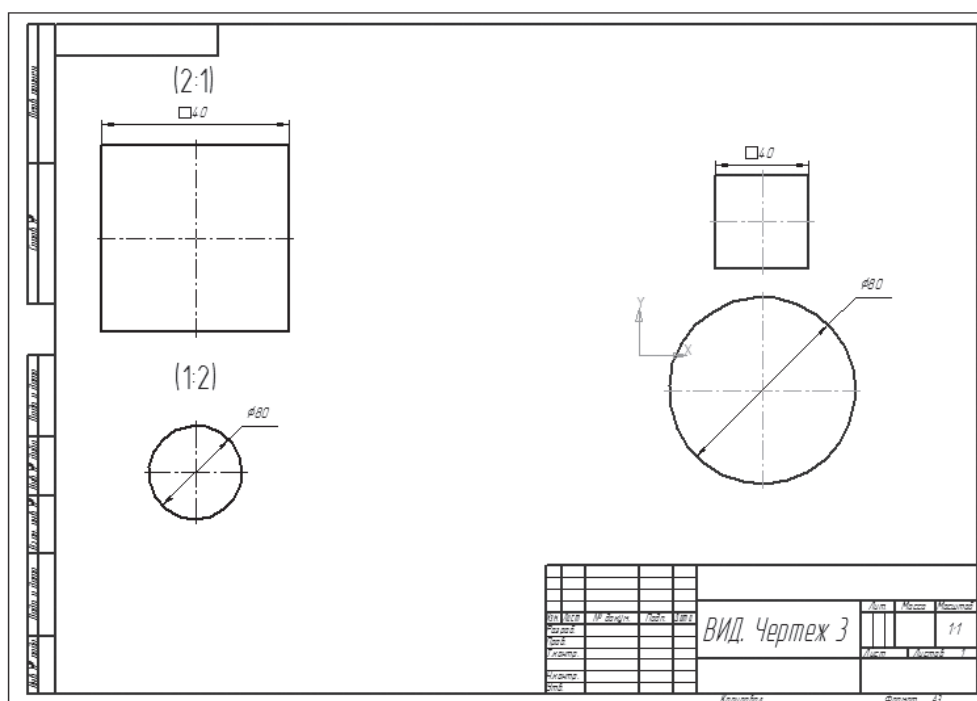

Рис. 95
7. Сделать *Вид 2* текущим. Скопировать окружность, затем активировать *Вид 3* и вставить на него скопированный объект (рис. 95).